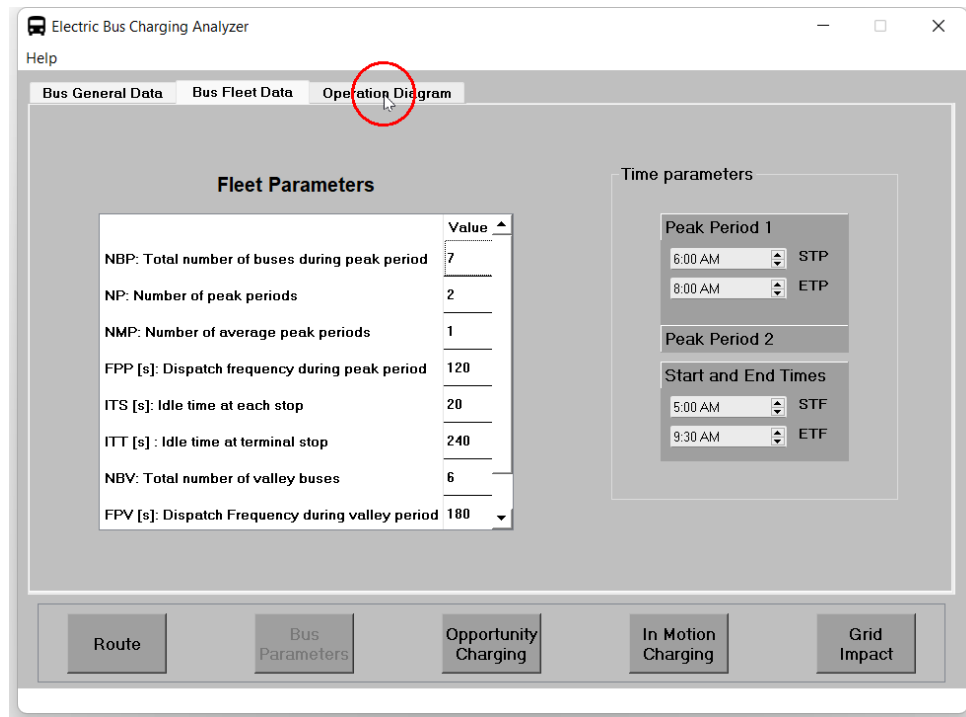

Figura 23: Configuración de los parámetros de la flota.
2. En segundo lugar, se definen los parámetros de la flota a analizar y luego se procede a la siguiente pestaña presionando **Operation Diagram** como se muestra en la figura 23.